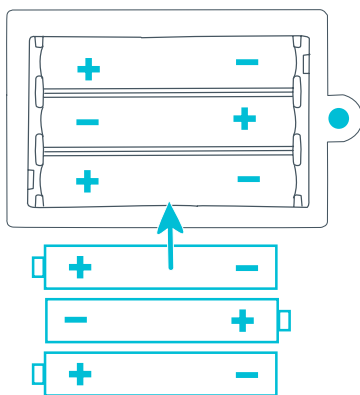

Fig. 5
- 5 • Consulte el siguiente diagrama. El tablero de luces y sonidos lleva 3 pilas AAA. Consulte (Fig. 5) para conocer la instalación de las pilas. Desatornille la tapa de las pilas y retírela. Coloque las pilas como se indica. Vuelva a colocar la tapa de las pilas y empuje hasta que se fije bien.